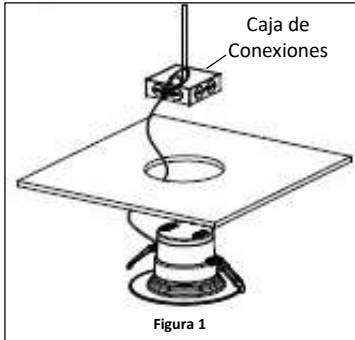

Figura 1
3. Conecta el cable de seguridad a una estructura segura, como una caja de conexiones (Se vende por separado). **Ver Figura 1.**